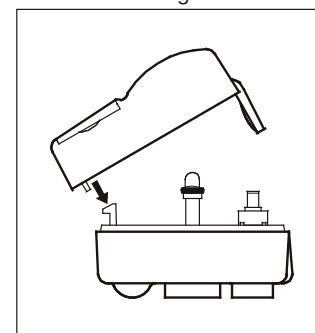

Fig. 3
3. Reposer la partie supérieure (bien l'emboîter avec la partie inférieure afin d'assurer l'étanchéité) et visser la vis à l'aide d'un tournevis. Fig. 3 et 4.
5. Remplacer la partie supérieure et la vis. Fig. 3 et 4.